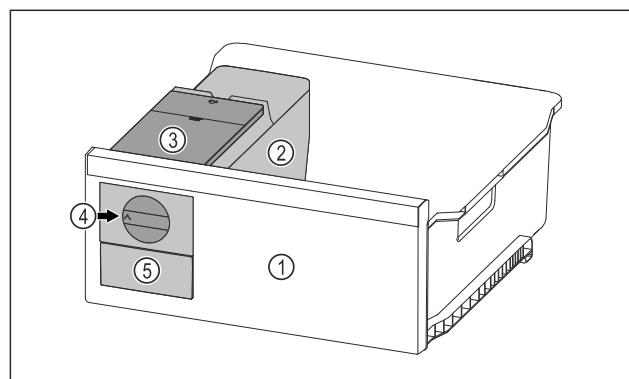

Fig. 74 Примерно изображение
- ▶ Завъртете въртящото се копче Fig. 74 (4) по часовниковата стрелка до упор.
- ▷ Ледените кубчета падат от формата за ледени кубчета в чекмеджето за ледени кубчета Fig. 74 (5). Ако не всички ледени кубчета се освобождават от формата за ледени кубчета: